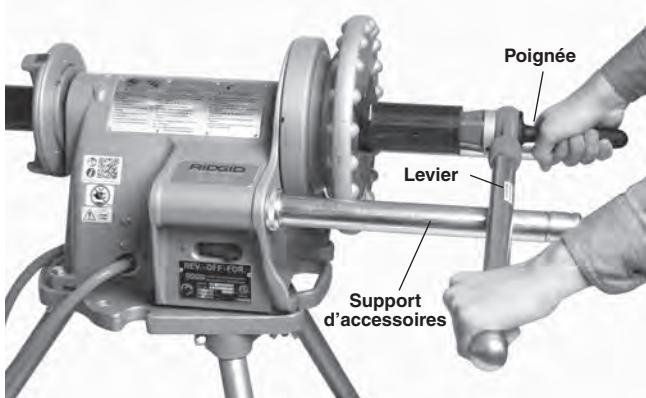

Figure 16 – Alésage des tuyaux à l'aide d'un alésoir manuel. (Gardez le levier de l'alésoir appuyé contre le support)
2. Insérez l'alésoir à l'intérieur du tuyau comme indiqué à la *Figure 16*. Reposez le levier de l'alésoir sur le support d'accessoires côté commutateur, tout en tenant sa poignée de la main droite.